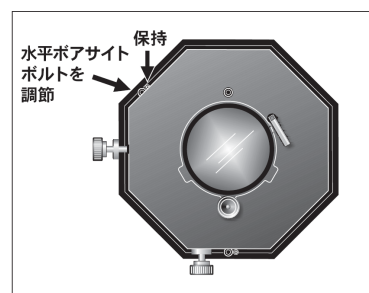

図 2.38 左右ボアサイトの調整
3. レンズに近付きすぎる位置にフォーカスしている画像側部にレンズを向ける、または「焦点を合わせる」ために、必要に応じて水平方向のボアサイトボルト(図 2.38)を調整します。両側部が等しくぼやけて表示される場合は、スクリーンの左側でフォーカスを合わせなおしてください。